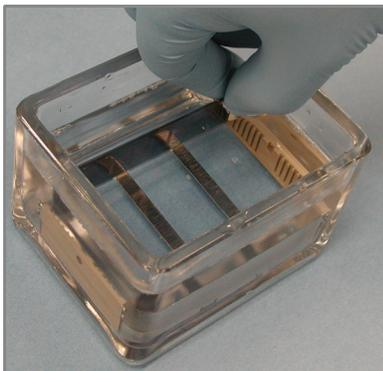

**Рис. 161** Удаление покрытия IntelliHyb
4. Удалите покрытие IntelliHyb с чипа BeadChip, как описано ниже (Рис. 161):